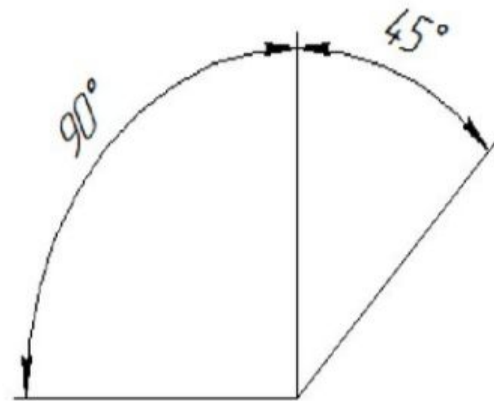

Рисунок 1.9
- Размерные числа следует наносить над размерной линией, по возможности ближе к её середине. ( Рисунок 1.9 ).